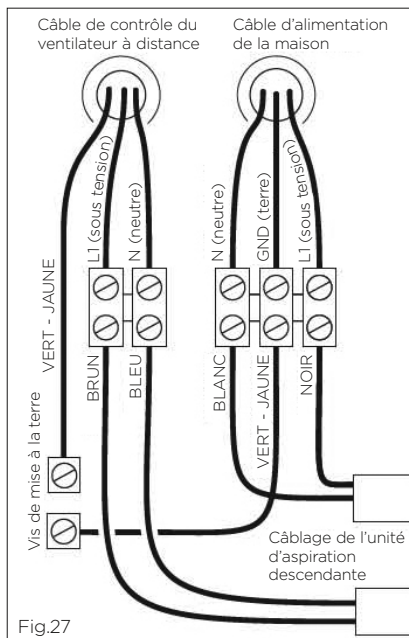

Fig.27
- Connectez le câblage du ventilateur à distance à l'unité d'aspiration descendante : N (neutre) à la borne de droite, L1 (sous tension) à la borne de gauche et le fil vert (terre) à la borne de mise à la terre (Fig.27).